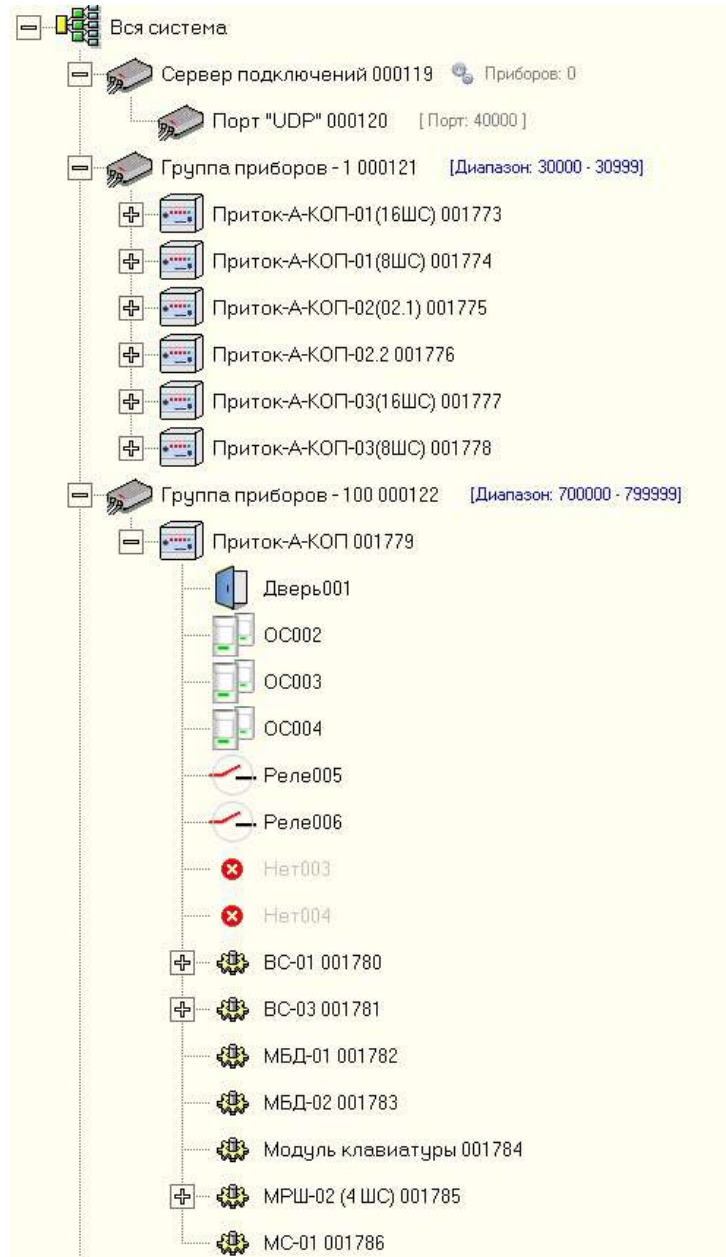

Рисунок 2.2 - Описание прибора в АРМ «Конфигуратор»
- Для описания прибора в АРМ «Конфигуратор» на ПЦН необходимо в «Группу приборов - 1» добавить устройство (см. рисунок 2.2) из списка:
При подключении к прибору модулей расширения шлейфов (МРШ-02, МБД-01, МБД-02), модулей индикации (Клавиатура ППКОП (М4), Приток-А-ВС-02), транзитных модулей (ВС-01, МС-01) в АРМ «Конфигуратор» на ПЦН необходимо добавить прибор в «Группу приборов - 100» (см. рисунок 2.2). Добавить модули согласно руководству по эксплуатации на них.